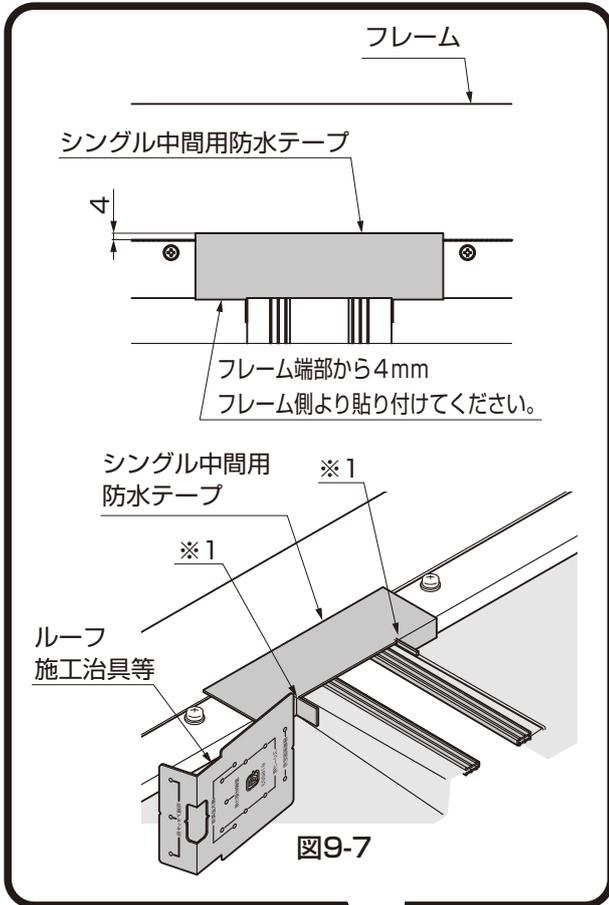
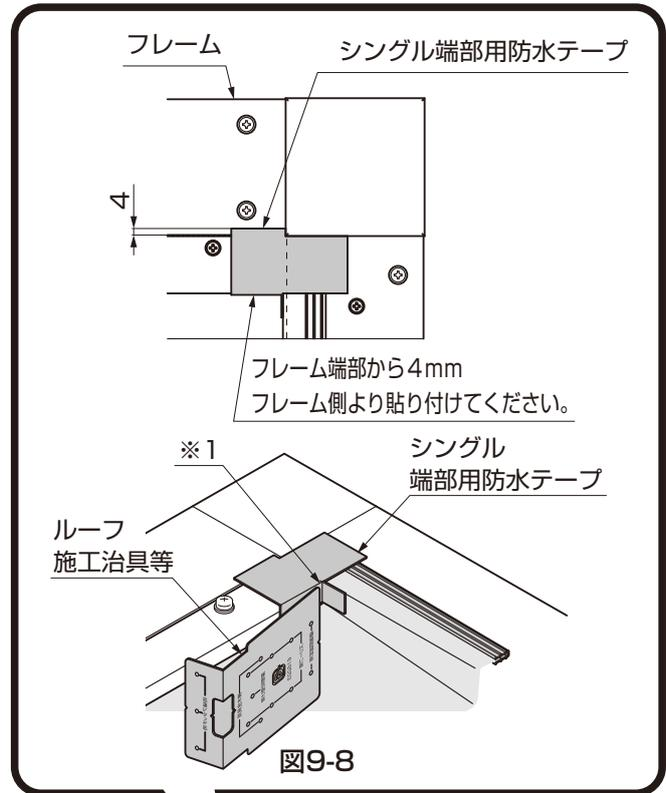

図9-7
図9-8
- ※1の折り曲げ箇所はすき間がないようにしっかりおさえて貼付けてください。(図9-7、図9-8参照)
- 防水テープは延ばして貼付けます。ルーフ施工治具等の角の丸い物でしっかり押さえつけてください。止水テープの接着面のすき間は漏水の原因になります。(図9-7、図9-8参照)
(3) 固定材キャップの取付け